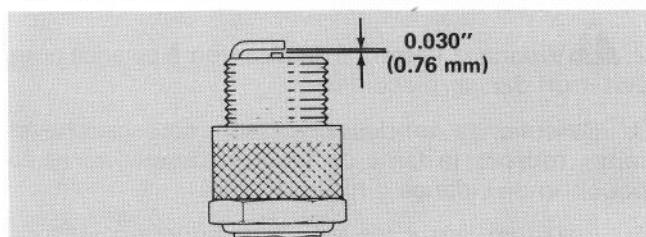

Figure 22
3. Réglez l'écartement des électrodes à 0.030 pouce (0.76 mm) (Fig. 22). Installez la bougie réglée avec son joint et serrez-la à 15 lb/pi (20.4 N·m). Si vous ne disposez pas d'une clé dynamométrique, serrez la bougie fermement.